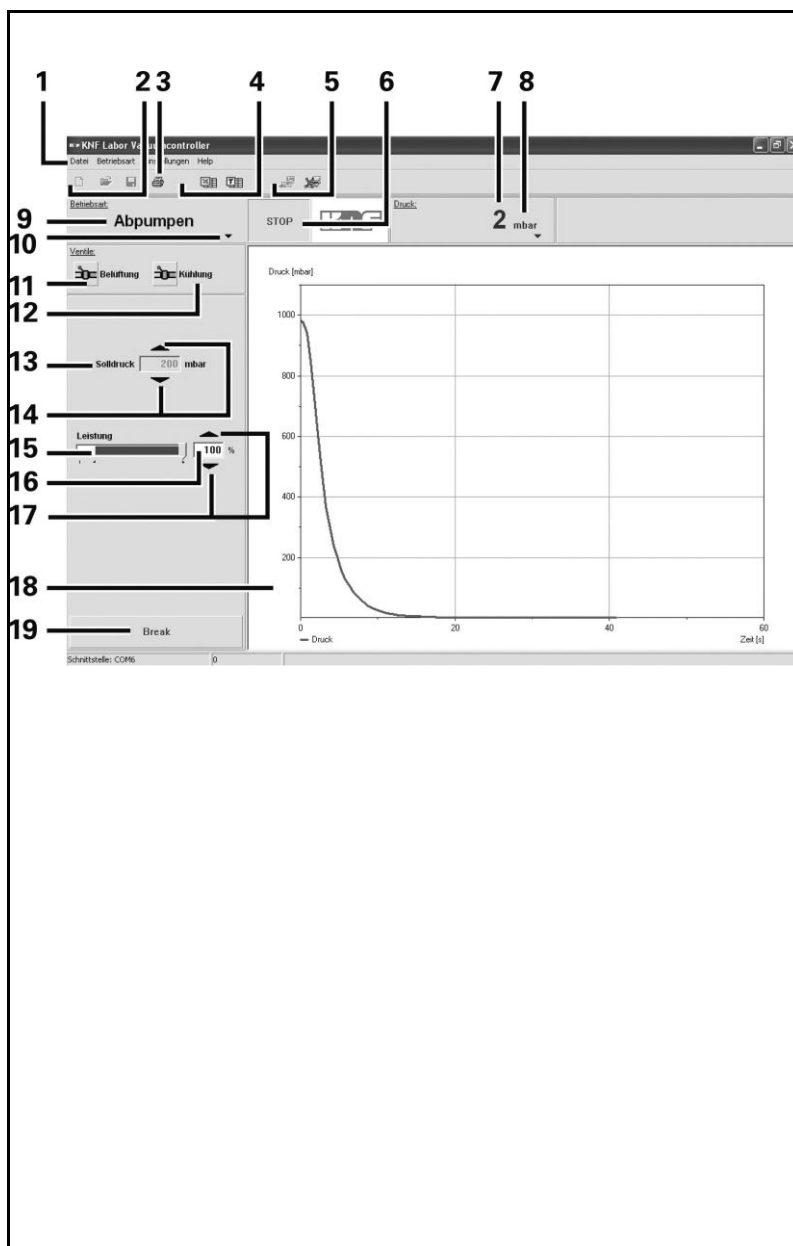

Abb. 1: Software-Oberfläche am Beispiel des Betriebsmodus Abpumpen
Die Oberfläche der Software zeigt beispielhaft Abb. 1.
Die Verbindung zum Vakuumpumpsystem wird durch Betätigen der entsprechenden Schaltfläche hergestellt und wieder getrennt (siehe Abb. 1/5, S. 1). Sind mehrere Vakuumpumpsysteme an den PC angeschlossen ist aus der angezeigten Liste das gewünschte Vakuumpumpsystem auszuwählen.
Menü Druckeinheit (Abb. 1/8, S. 1)
- Diagramm: Menü Betriebsmodus (Abb. 1/10, S. 1)
Schaltfläche *START/STOP* drücken (Abb. 1/6, S. 1)
Schaltfläche *Belüftungsventil* drücken (Abb. 1/11, S. 1).
Schaltfläche *Kühlmittelventil* drücken (Abb. 1/12, S. 1).
Pumpleistung durch Schieberegler (Abb. 1/15, S. 1), Schaltfläche (17) oder Tastatureingabe im Anzeigenfeld (16) einstellen.
Soll-Druck durch Schaltfläche *Soll-Druck erhöhen/verringern* (Abb. 1/14, S. 1) oder Tastatureingabe im Anzeigenfeld (13) einstellen.